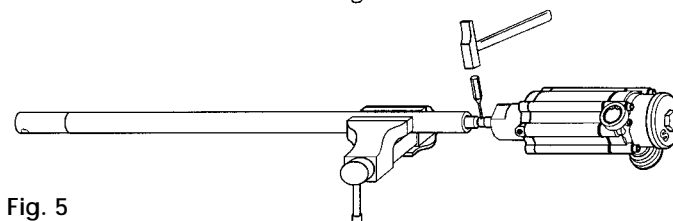

Fig. 5
3. Remove the pin and unthread the rod (43) until it is loosened (Fig. 5).
3. Quitar el pasador (34) con botador y desenroscar el eje de conexión (43) hasta soltarse (Fig. 5).
3. Retirer le goujon (34) à l'aide d'un repoussoir et desserrer l'axe de connexion (43) jusqu'à ce que ce dernier se lâche (Fig. 5).